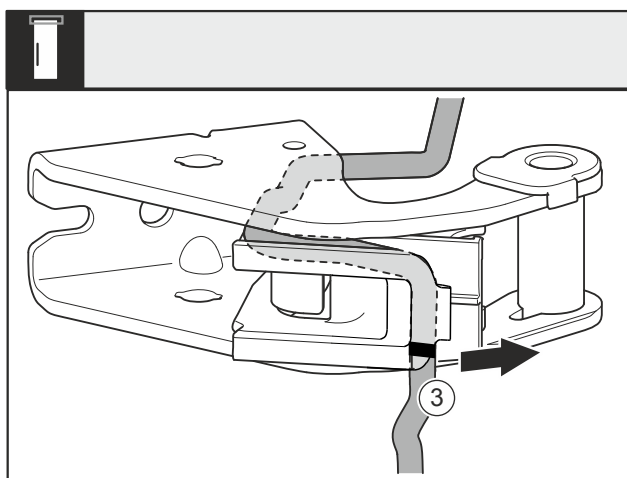

Fig. 28
- ▶ Zdemontować kabel z mocowaniem kabla Fig. 28 (3) z płytki zawiasu.